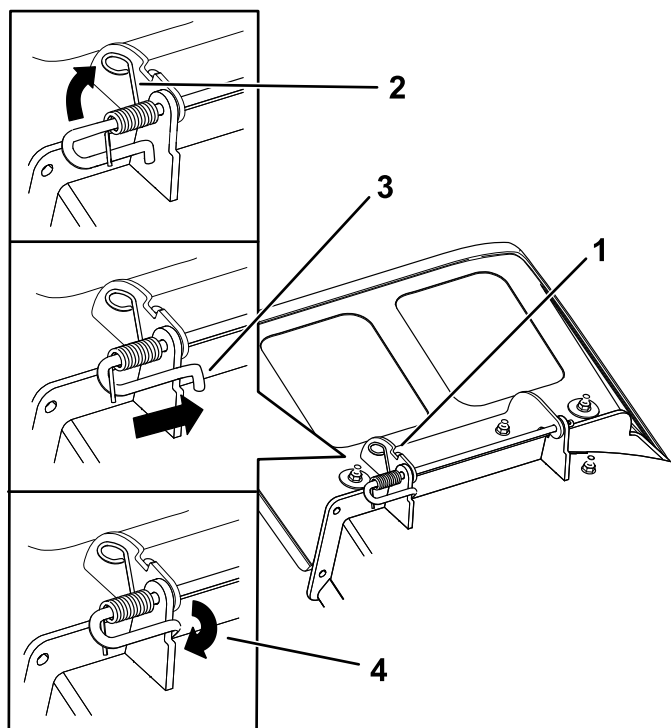

Figura 78
3. Coloque el nuevo deflector de descarga con los extremos de los soportes entre los soportes soldados de la carcasa, como se muestra en la Figura 78.
5. Coloque el muelle en la varilla como se muestra en la Figura 78, de manera que el extremo corto del muelle suba desde debajo de la varilla antes de la curva y pase por encima de la varilla después de la curva.
6. Levante el extremo del muelle que tiene bucle y colóquelo en la muesca del soporte del deflector (Figura 78).
7. Sujete el conjunto de varilla y muelle girándolo hasta que el extremo corto de la varilla esté detrás del soporte del cortacésped soldado a la carcasa (Figura 78).